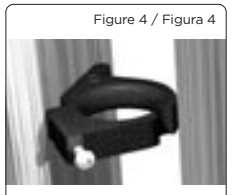

Figure 4 / Figura 4
**To fasten a HANDI-HOOP into a tight area:** Use the orientation of the hoop as shown in figure 4 (the angled drive orientation).
**Pour tenir un HANDI-HOOP dans une zone étroite:** Utilisez l'orientation de l'anneau comme indiqué sur la figure 4 (l'orientation angulaire).